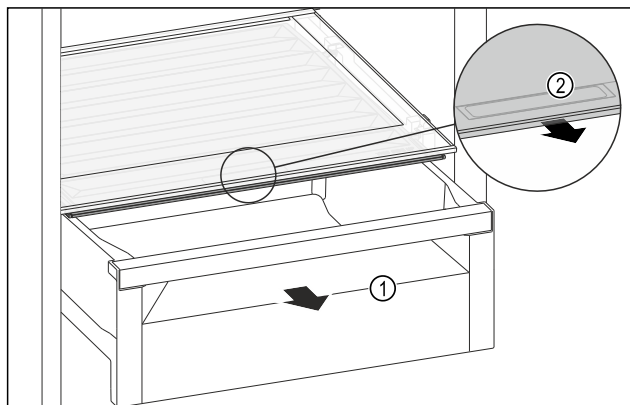

Fig. 103
- Schubfach Fig. 103 (1) herausziehen.
- Griffmulde Fig. 103 (2) am Fachdeckel anfassen und Fachdeckel gleichzeitig nach vorne ziehen.